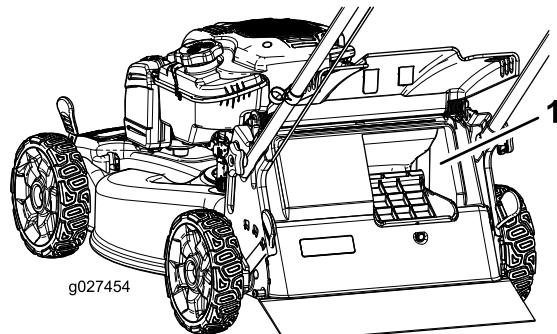

**Figure 22**
- Pour ramasser les déchets d'herbe et de feuilles, appuyez sur le bouton du levier de ramassage sur demande et déplacez le levier complètement en avant jusqu'à ce que le bouton ressorte (Figure 22).